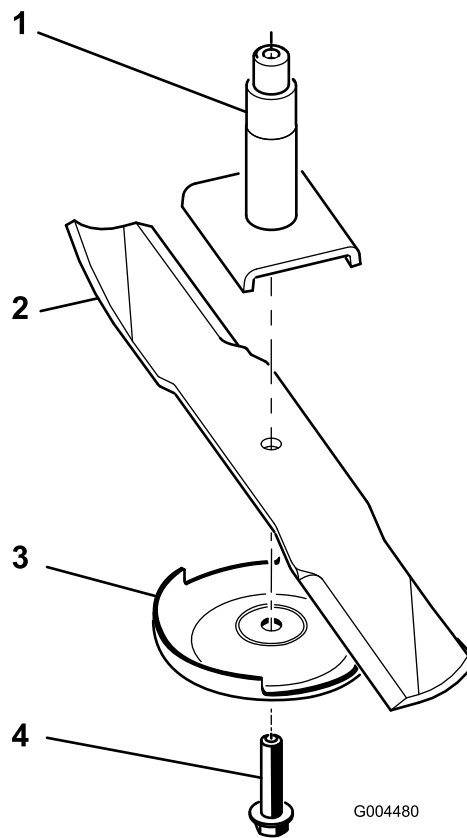

Figura 71
Nota: Si la cuchilla se mantiene horizontal, está equilibrada y puede utilizarse. Si la cuchilla no está equilibrada, rebaje algo el metal en la parte de la vela solamente (Figura 71). Repita este procedimiento hasta que la cuchilla esté equilibrada.
1. Instale la cuchilla en el eje (Figura 71).
2. Instale la placa protectora de césped y el perno de la cuchilla (Figura 71).